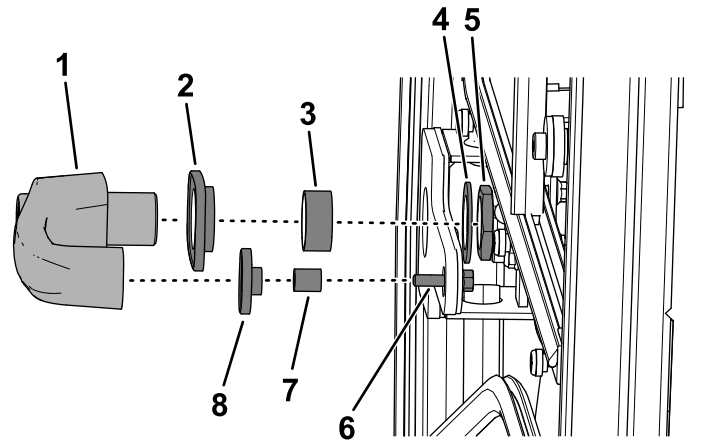

Bild 2
- Entfernen Sie die Befestigungsmutter, Scheibe und den Bundbolzen (6 mm x 25 mm), die zwei Distanzstücke und die zwei Scheiben vom Türgriff und nehmen Sie den Türgriff ab (Bild 2).